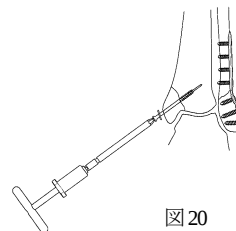

図 20
- 6) ガイドピン計測値より数 mm 差し引いた長さのスクリューを選択します。六角 2.5 中空パワーピンドライバーの他端に T ハンドルを装着し、ガイドピンを介して挿入します。(図 20) 必要に応じワッシャーを併用します。